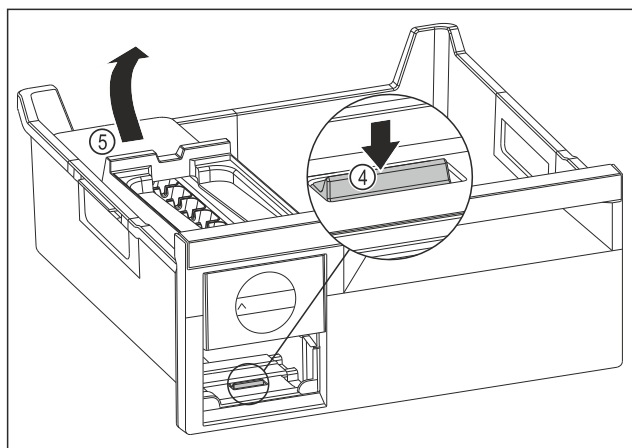

Fig. 171
- Estrarre il corpo dell'EasyTwist-Ice: Con un dito spingere la linguetta Fig. 171 (4) verso il basso e allo stesso tempo, con l'altra mano, sollevare il corpo dell' EasyTwist-Ice Fig. 171 (5) da dietro.